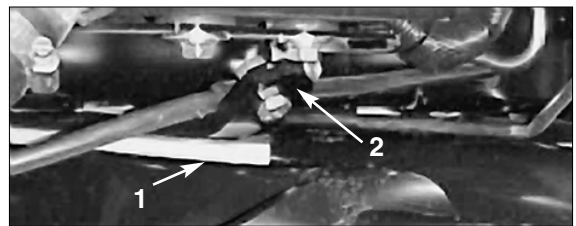
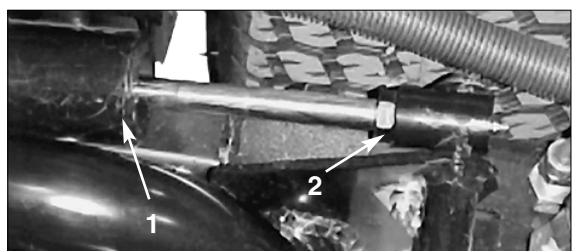

Bild 4
Bild 5
3. Starten Sie den Motor, heben die Schneidwerke an und stellen sicher, dass der Abstand zwischen der Schleißstrebe an der Oberseite der Schleißleiste des hinteren Schneidwerks und der Stoßfängerleiste zwischen 0,51 und 2,54 mm (Bild 4) liegt. Stellen Sie, wenn der Abstand außerhalb dieses Bereichs fällt, den hinteren Zylinder auf diesen Abstand ein. Senken Sie die Schneidwerke zum Einstellen des Zylinders ab und drehen die Klemmmutter am Zylinder (Bild 5) zurück. Halten Sie die Zylinderstange in der Nähe der Mutter mit einer Zange und einem Lappen fest und drehen die Stange. Heben Sie die Schneidwerke und kontrollieren den Abstand. Wiederholen Sie diese Schritte bei Bedarf. Ziehen Sie die Klemmmutter am Lastbügel fest.